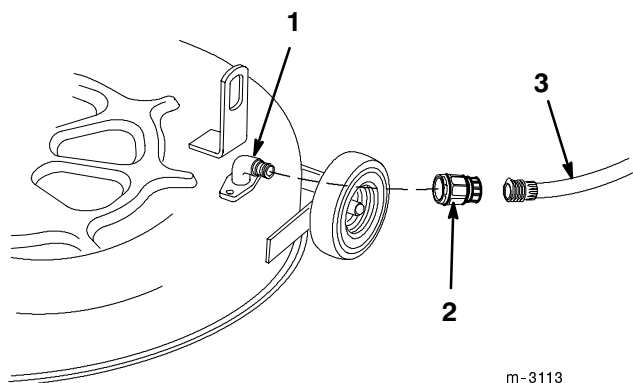

Figure 33
2. Vissez le raccord de lavage à l'embout de lavage du carter de tondeuse et ouvrez l'eau en grand (Fig. 33).